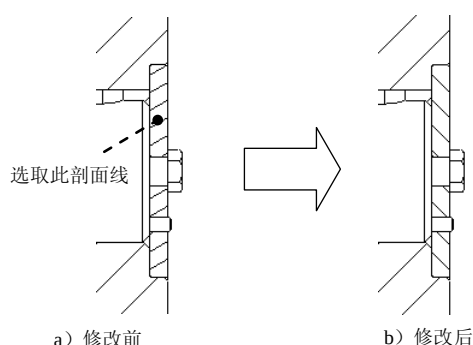

图 3.9.10 修改右侧挡板的剖面线
(8) 修改右侧挡板的剖面线。参照上一步骤, 在图形区选取图 3.9.10 所示右侧挡板,